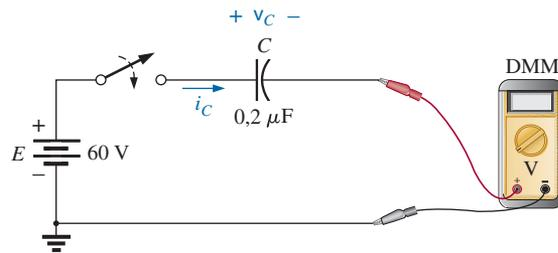

Figura 10.108 Problema 37.
37. Considerando o sistema na Figura 10.108, usando um DMM com uma resistência interna de $10 \text{ M}\Omega$ no modo voltímetro: